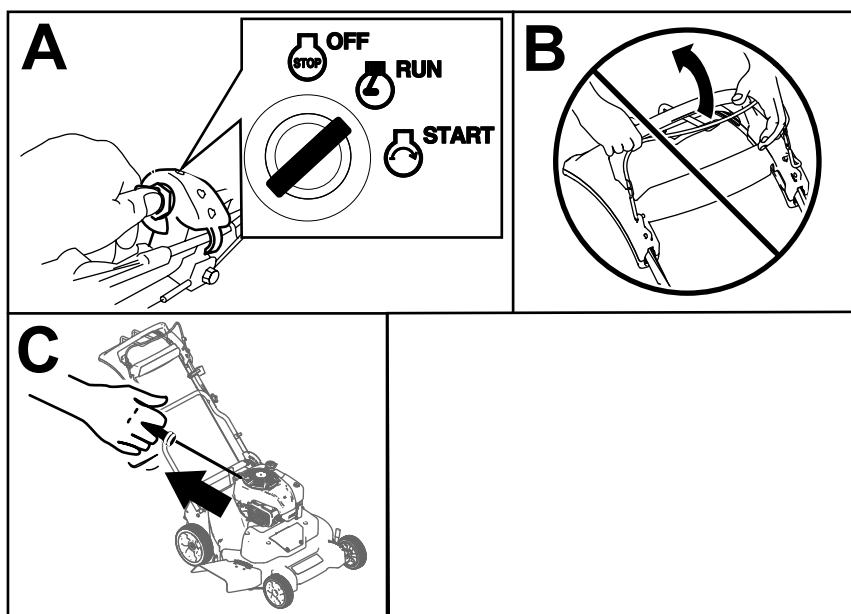

Figura 16
1. Gire la llave de contacto a la posición de MARCHA (Figura 16, A).
**Importante:** No intente arrancar el motor con la barra de control de las cuchillas engranada; de lo contrario, puede fundir el fusible (Figura 16, B).
2. Tire del arrancador lentamente hacia atrás hasta que note resistencia, luego tire con fuerza (Figura 16, C). Deje que la cuerda vuelva lentamente al motor.